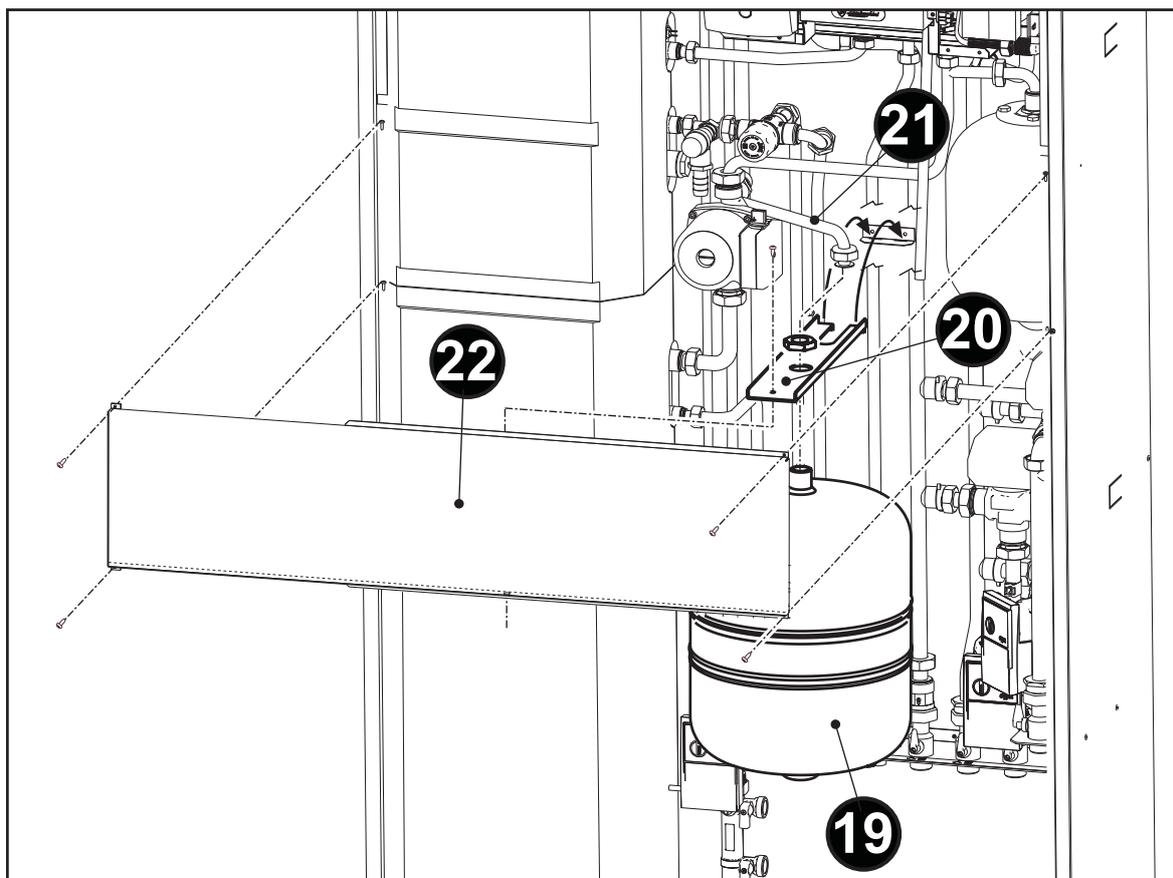

fig. 39
- Agganciare la staffa "20" sul pannello posteriore dell'involucro come indicato in fig. 39.